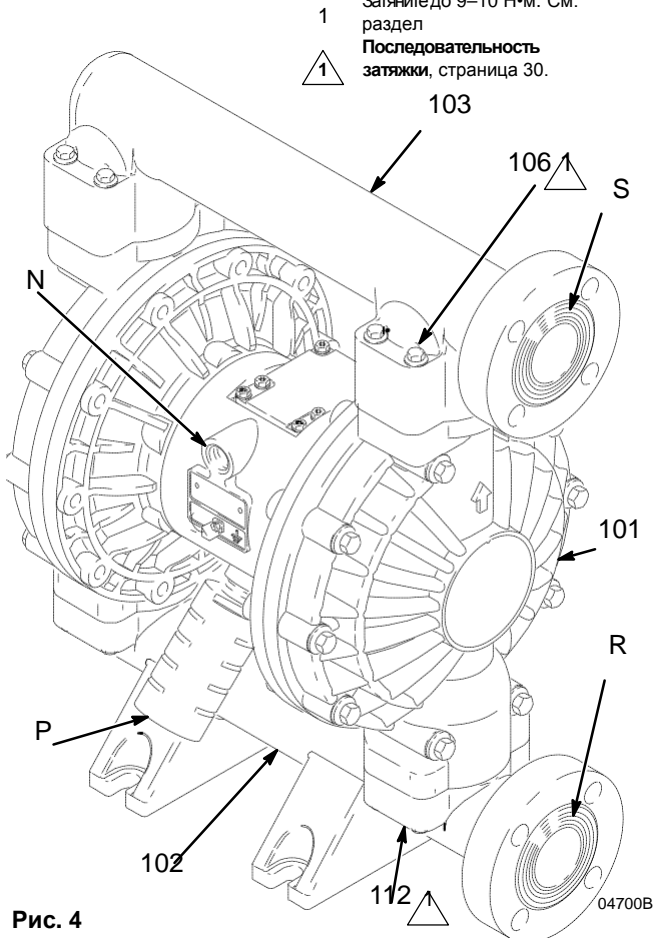

Рис. 4
Насос поставляется в комплекте с патрубками впуска и (R) и выпуска (S) жидкости, выходящими в одном и том же направлении. См. Рис. 4. Чтобы изменить ориентацию впускного и/или выпускного патрубка:
1. Выкрутите винты (106 и 112), которыми впускной (102) и/или выпускной (103) коллектор прикрепляется к крышкам (101).